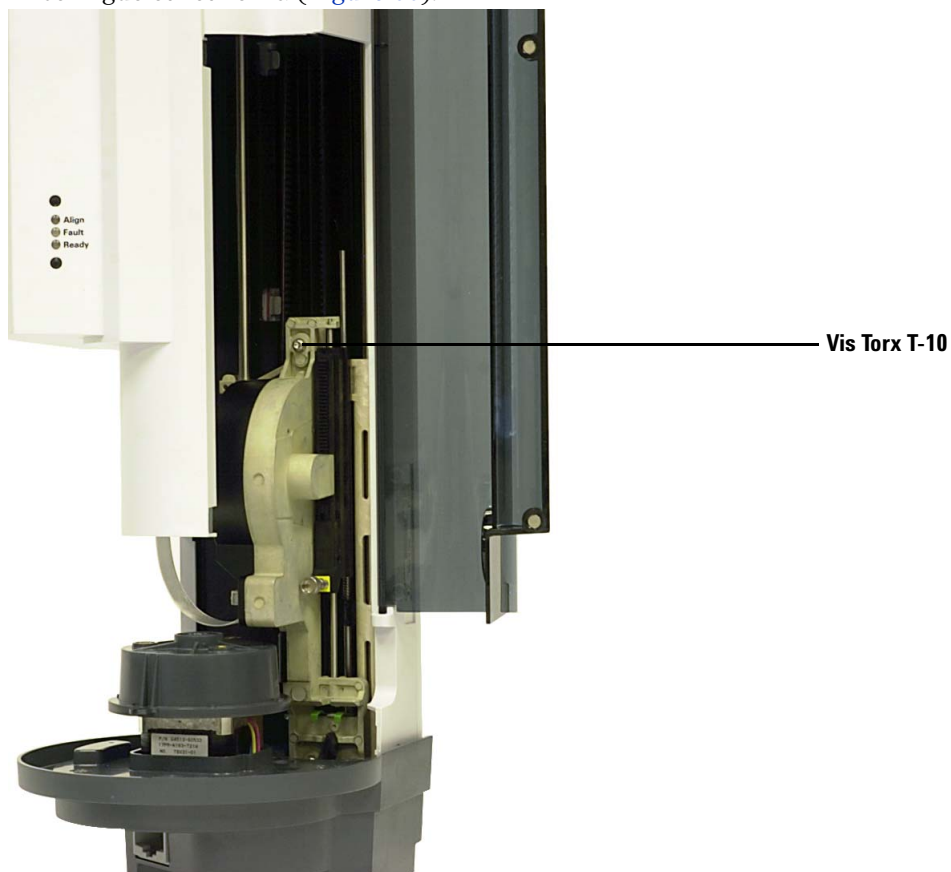

Figure 60 Retrait de la vis Torx T-10 du porte-seringue
- 4 Desserrez complètement la vis Torx T-10 située sur le dessus du support de seringue et retirez-la (Figure 60).